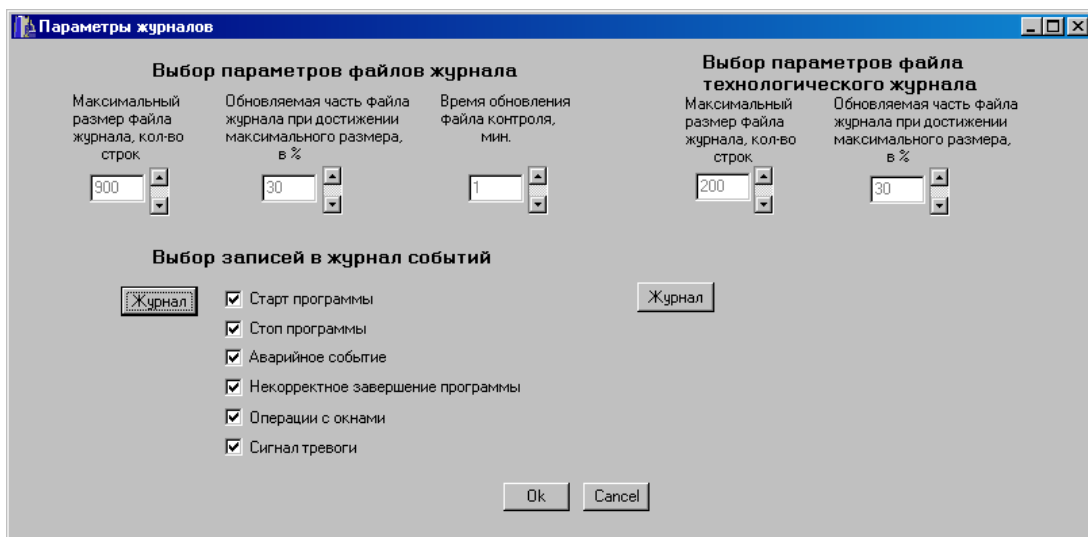

Рис. 2.15 Основное окно программы «Журнал»
2.6.2 Запуск программы «Журнал» производится из панели управления программы «сервер» кнопкой “”. После нажатия на эту кнопку откроется диалог, изображенный на рис. 2.15